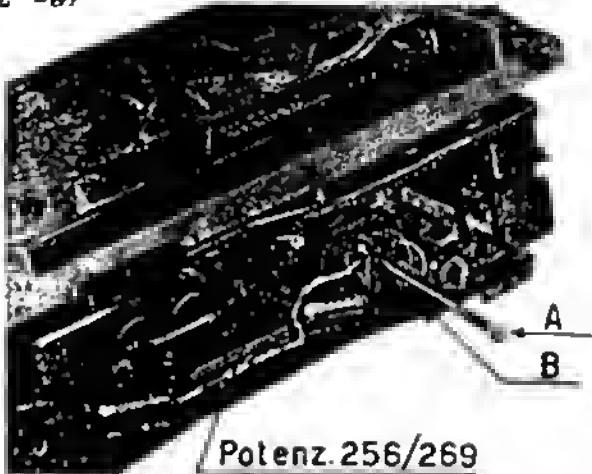

Fig. 7
Per togliere la 12AX7 dal suo zoccolo è necessario avvitare nel foro filettato B al centro dello zoccolo stesso una delle lunghe viti A di fissaggio del fondo del mobiletto, fino a produrre l'espulsione della valvola dalla sua sede. L'operazione richiede le ovvie precauzioni per evitare la libera caduta della valvola, dopo che essa sarà disimpegnata dallo zoccolo (fig. 7).
- staccare il filo rosso dalla piccola spina della testina magnetica (320) ed inserirvi in serie un amperometro a termocoppia della portata di circa 0,5 amp. fondo scala;
- regolare la resistenza semifissa (269) a mezzo di un piccolo cacciavite, fino ad ottenere una corrente di 0,28 A (fig. 7);